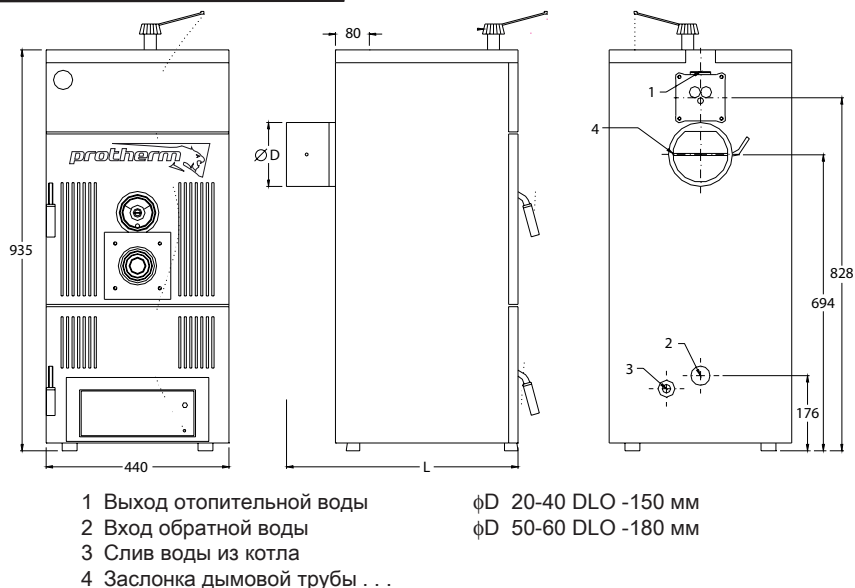

рис. 13
10. После подключения котла в систему отопления навинтите на заднюю секцию наливной и сливной кран (рис. 13, позиция 3).